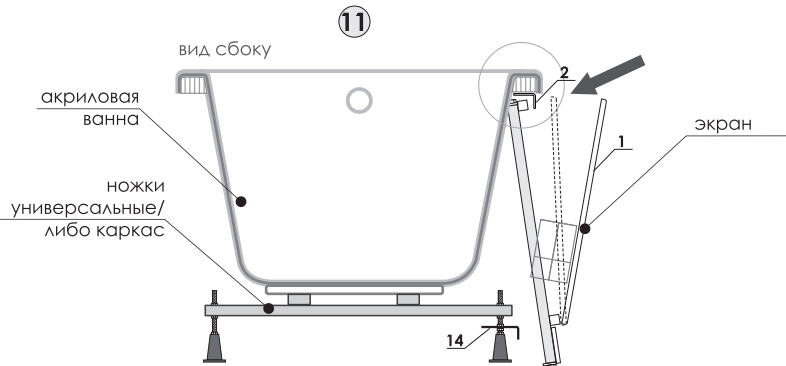

рис. 11.1
11. Задвиньте экран под бортик ванны (рис. 11.1).